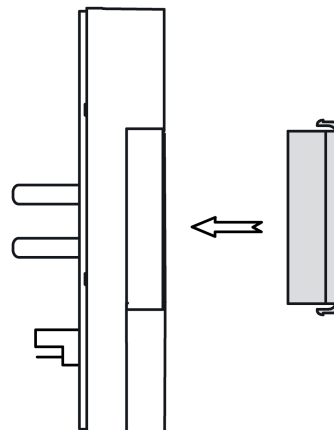

Bild 17: Montage Blende Programme LS/CD und A-Programme
- Blende für linke oder rechte Seite des Geräts (3) montieren (Bild 17).
- Blende von vorne auf die linke oder rechte Seite des Geräts montieren (Bild 17).